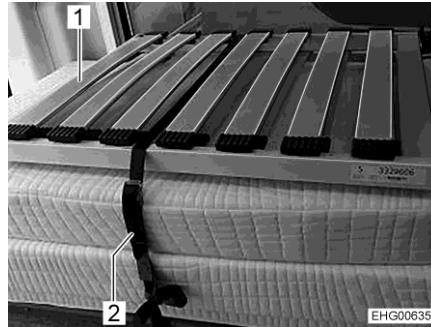

Fig. 37 Lit arrière (position de transport)
- Déverrouiller la sangle de sécurité (Fig. 37,2).
- Poser les sommiers (Fig. 37,1) l'un après l'autre au-dessus du couloir central (sur les lattes du meuble bas).
- Empiler les coussins et les sommiers sur le meuble bas de gauche comme représenté à la Fig. 37.
- Bloquer les coussins et les sommiers avec une sangle de sécurité (Fig. 37,2). Faire passer pour ce faire la sangle de sécurité à travers les œillets prévus à cet effet et lui faire faire une boucle autour des coussins et des sommiers.